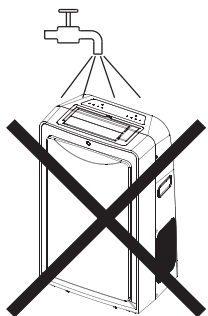

Рис. 12
- Во избежание поражения электрическим током и повреждения электрических компонентов не лейте на кондиционер воду из крана или шланга (см. рис. 12).